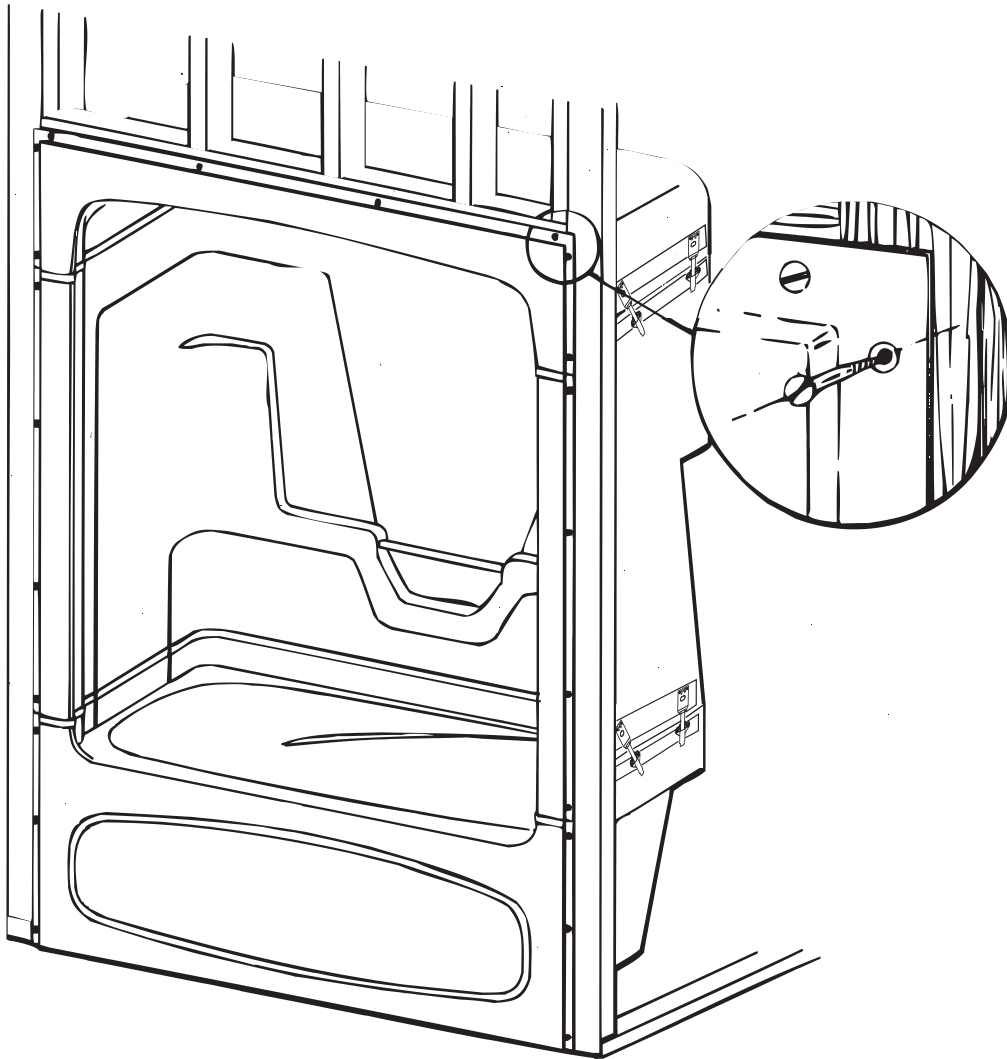

FIGURE 2 - FIXATION
La douche est attachée dans l'endroit en utilisant des vis murales sèches. Les trous doivent être forés dans le boudin des deux côtés et à travers le haut de th. Les trous doivent être forés par l'installateur, l'installation illustrée dans les figures 2.
- Percer des trous de 1/8 po. (3 mm) dans les brides, 9 de chaque côté et 4 sur la partie supérieure horizontale. Se référer à la figure 2.